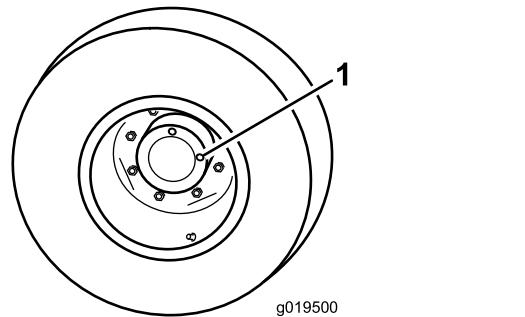

図 66
2. 点検プラグの1つ図 66 が時計の 12 時を指し、もうひとつが 3 時を指すように駐車する。
3. 3時の位置にあるプラグを外す図 66。